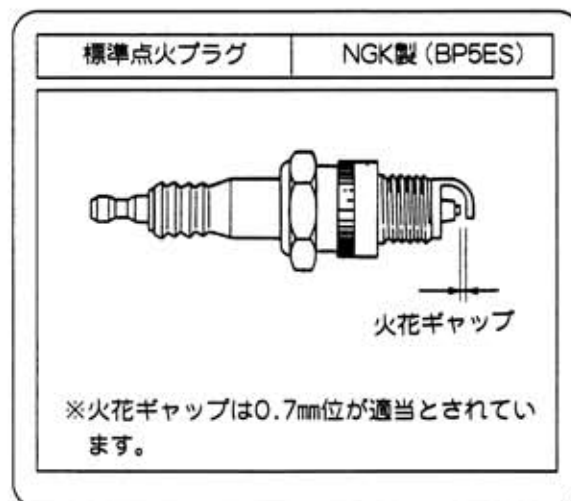

図48
- ① 定期的に点火プラグを取外し、電極部の焼け具合、損耗程度を点検し、ワイヤブラシで清掃の上、火花ギャップ（電極隙間）を0.7mmに調節します。(図48)
- ② 電極部が損耗または破損したものは新品と交換します。